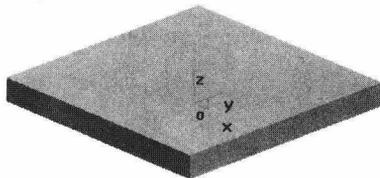

图 1-1-8 底座实体造型
③ 在【深度】文本框中输入“10”,单击【确定】按钮,在绘图区中出现的实体造型,如图 1-1-8 所示。